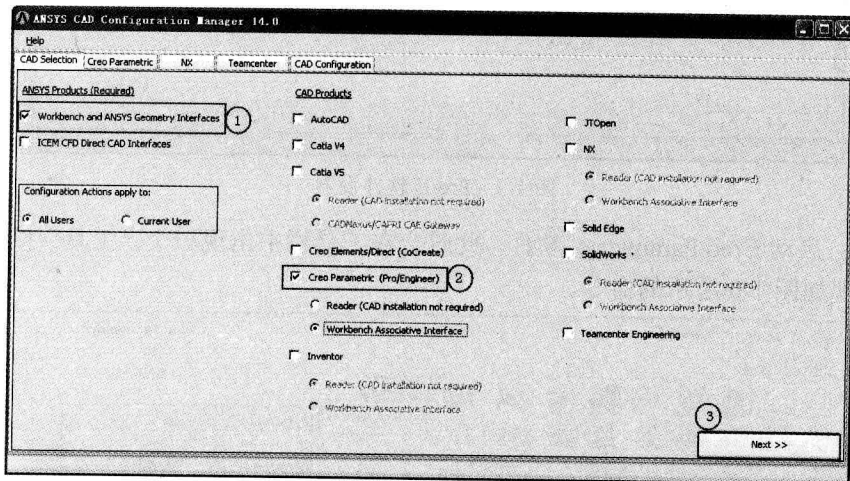

图 1-3 Pro/E 与 ANSYS 软件数据交互设置
Step2: 在如图 1-3 所示的 CAD Selection 选项卡中依次选择 Workbench and ANSYS Geometry Interface 及 Creo Parametric (Pro/Engineer) 选项, 使其前面的 变成 , 并单击 Next>>按钮, 进入下一步设置。